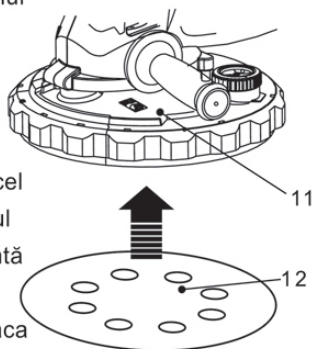

Fig.2
- > Aliniați modelul de orificii al șmirghelului (12) cu cel al plăcii de bază (11) înainte de a atașa șmirghelul (12) pe placă pentru a asigura o extragere eficientă a prafului și un rezultat satisfăcător.
- > Apăsăți ușor șmirghelul (12) pentru a-l fixa pe placa de bază (11) (Fig. 2).